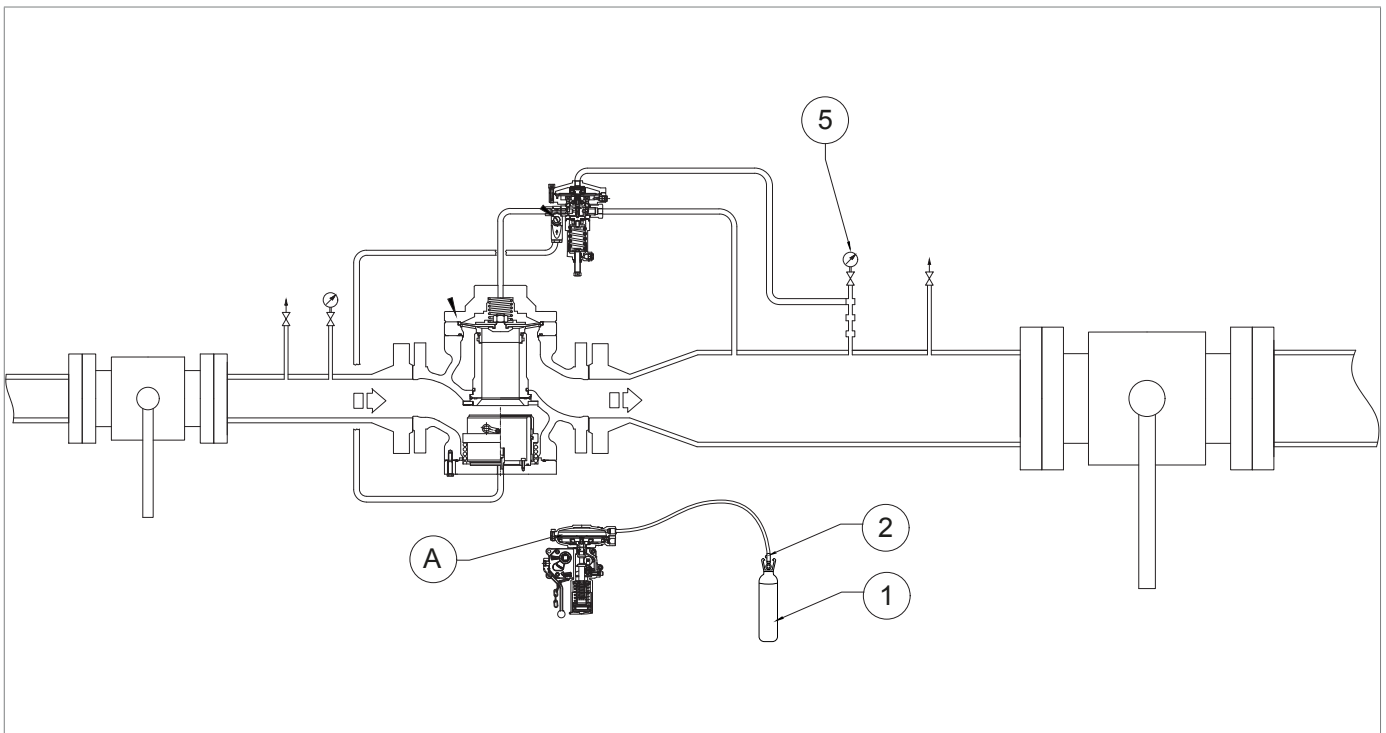
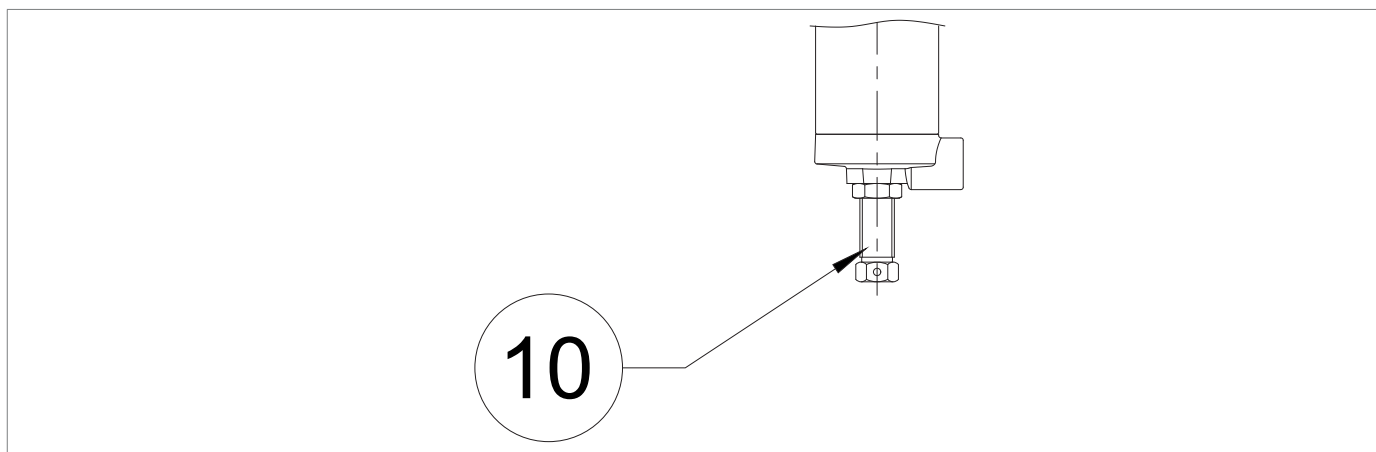

Fig. 8.30. APERVAL con valvola di blocco incorporata SA e fonte esterna di pressione
Fig. 8.32. Taratura piloti serie 300, 200 e valvola acceleratrice M/A
9	Ruotare la vite di regolazione (Fig. 8.32, rif. 10) del pilota del monitor (7) in senso antiorario per diminuire il valore della pressione di valle fino al valore prescelto di lavoro del monitor. ! AVVISO! <ul style="list-style-type: none"> • Assicurarsi che valvola acceleratrice (12) abbia interrotto lo scarico del gas; • Controllare la pressione facendo riferimento al manometro (5) posto a valle.
10	Ruotare la vite di regolazione (Fig. 8.32, rif. 10) del pilota (3) in senso antiorario per scaricare la molla di taratura fino all'intervento del regolatore. ! AVVISO! Controllare la pressione facendo riferimento al manometro (5) posto a valle.
17	<p>Bloccare le viti di regolazione (Fig. 8.32, rif. 10) e i dadi di fissaggio dei piloti (3, 7) e della valvola acceleratrice M/A (12).</p>
9	a- PER LA PRIMA MESSA IN SERVIZIO DELLA LINEA DI REGOLAZIONE Se la pressione di valle (Pd) non è al valore della taratura richiesta, agire come di seguito: <ul style="list-style-type: none"> • valore della pressione di valle (Pd) inferiore al valore di taratura richiesto: caricare la molla di taratura del pilota (2) ruotando in senso orario la vite di regolazione (Fig. 8.32, rif. 10) • valore della pressione di valle (Pd) superiore al valore di taratura richiesto: scaricare la molla di taratura del pilota (2) ruotando in senso orario la vite di regolazione (Fig. 8.32, rif. 10) b- DOPO LA MANUTENZIONE DELLA LINEA DI REGOLAZIONE <ul style="list-style-type: none"> • caricare la molla di taratura del pilota (2) ruotando in senso orario la vite di regolazione (10) per aumentare il valore di pressione del regolatore (1)
1	<p>Aumentare la pressione di valle fino al valore di intervento della valvola di blocco ruotando in senso orario la vite di regolazione (Fig. 8.32, rif. 10) del pilota.</p> <div style="border: 1px solid black; padding: 5px;">  AVVISO! Controllare il valore della pressione di intervento della valvola di blocco indicato dal manometro di valle (Fig. 8.30, rif. 5). </div>
1	<p>Aumentare la pressione di valle fino al valore di intervento della valvola di blocco collegando una fonte di pressione esterna (Fig. 8.30, rif. 1) alla presa di impulso del pressostato.</p> <div style="border: 1px solid black; padding: 5px;">  AVVISO! Controllare il valore della pressione di intervento della valvola di blocco indicato dal manometro di valle (5). </div>
4	Chiudere il rubinetto di scarico aggiuntivo (Fig. 8.30, rif. 2).
7	Chiudere il rubinetto di scarico aggiuntivo (Fig. 8.30, rif. 2) e scollegare la fonte di pressione esterna (Fig. 8.30, rif. 1).
2	Ruotare in senso antiorario la vite di regolazione (Fig. 8.32, rif. 10) del pilota per diminuire la pressione di valle (Pd) fino alla pressione minima richiesta per l'intervento della valvola di blocco.
7	Ruotare in senso orario la vite di regolazione (Fig. 8.32, rif. 10) per aumentare la pressione di valle fino al valore di taratura del pilota.